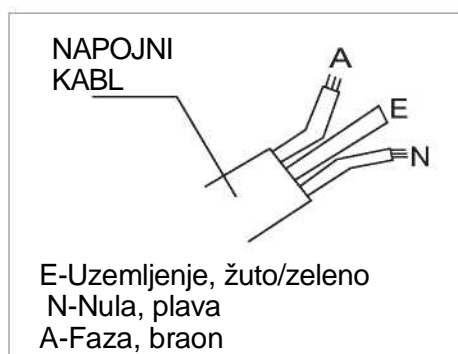

Fig.1
1. Provodnici napojnog kabla se razlikuju prema bojama kao na slici (Pogledajte Fig.1)